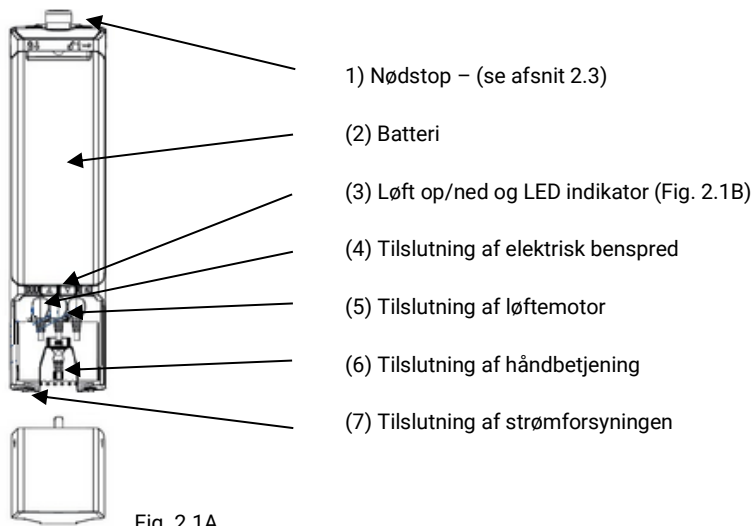

Fig. 1.7C
- (3) Stropperne trækkes ned således at krogen lukker (Fig. 1.7C).